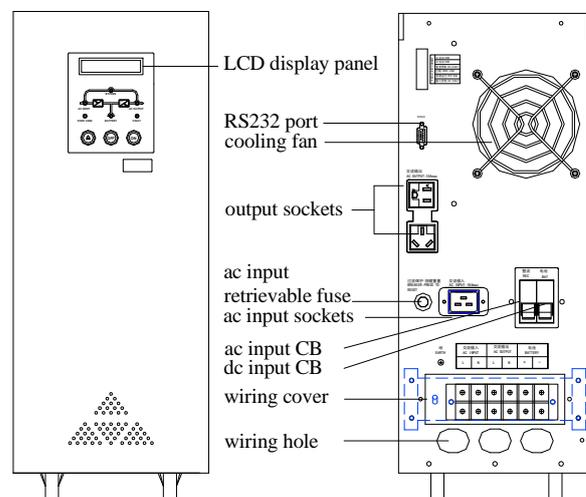

图 3-17
7. 2KVA-3KVA LCD 显示面板立式逆变电源前面板和后面板外观示意图如图 3-17 所示。